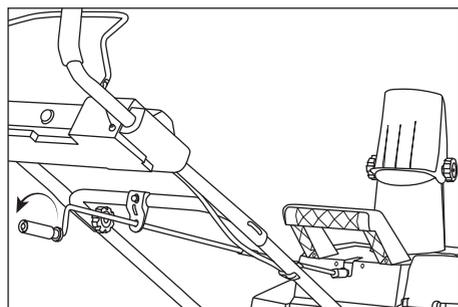

Рис. 9
- Проверьте работу выпускного желоба, повернув его до упора в обе стороны. Выпускной желоб должен поворачиваться без заеданий (рис. 9).